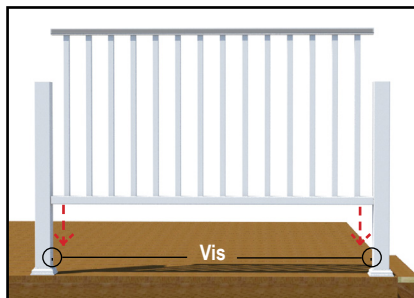

Fig. 11
- Placez la section de balustrade assemblée sur les quatre vis déjà installées sur les deux poteaux. (Voir la Fig. 11.)